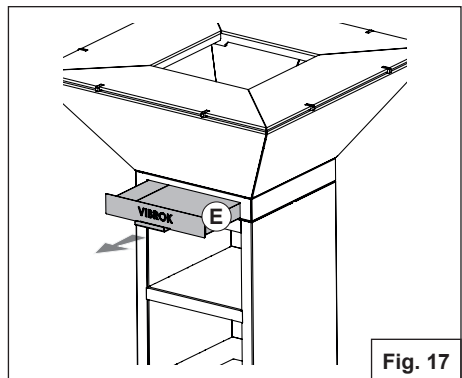

Fig. 17
5. Rimuovere il cassetto raccogli cenere in acciaio (E) e svuotarne in contenuto (Fig.17);